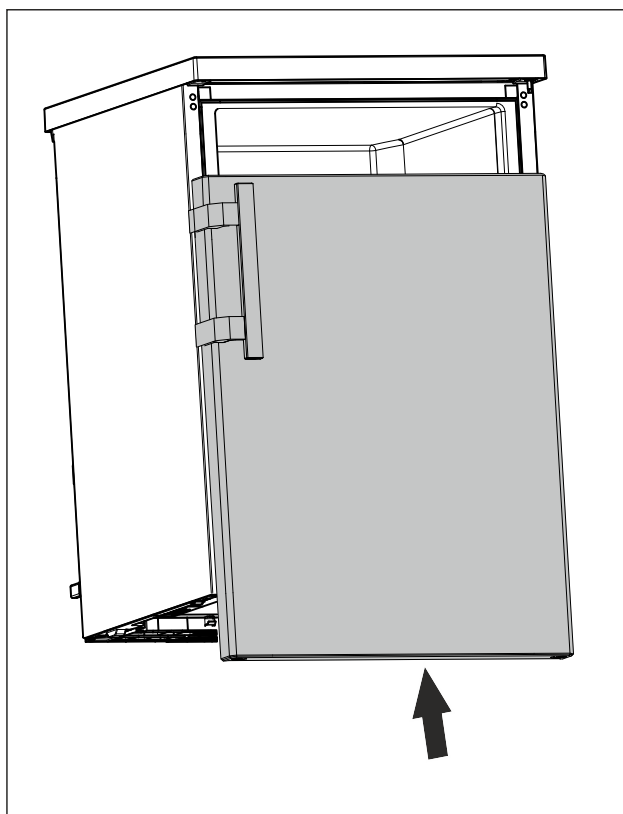

Fig. 15
- ▶ Tolja rá az ajtót zárt állapotban a felső csapra. (lásd Fig. 15)